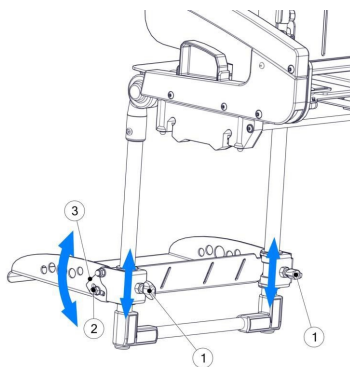

рис. 23
Для регулировки высоты платформы для стоп, Рис. 23, ослабьте ручку (1), установите требуемую высоту и затяните ручку (1). Регулировка угла наклона платформы осуществляется путем ослабления гаек (2) и установки фиксатора угла наклона платформы (3) в требуемое положение. Для того, чтобы зафиксировать положение, затяните гайки (2).